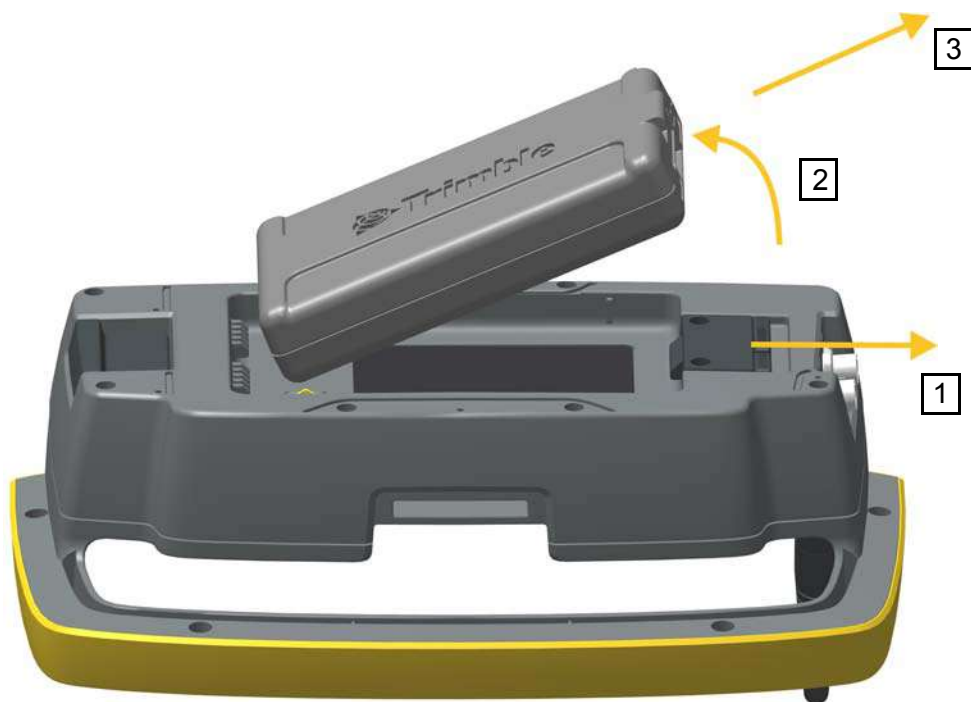

Рисунок 6.20. Извлечение батареи из держателя Trimble Robotic
1. Оттяните фиксатор от батареи (1).
2. Поднимите эту сторону батареи (2).
3. Извлеките батарею из держателя (3). См. рис. 6.20.